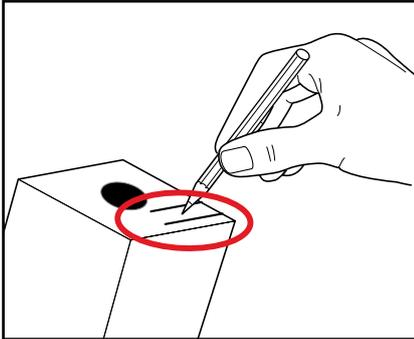

Fig. 4
6. Siga as instruções impressas no pacote de produto. Escreva, pelo menos, a data de validade no pacote de produto. (Fig. 4)